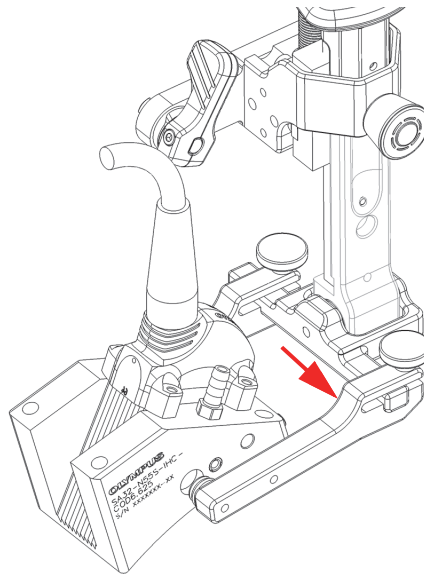

Abbildung 2-13 Spannarm bis zur Spitze des Schwenkträgers des Gabelstücks verschieben
1. Lösen Sie die Rändelschraube des Spannarms und schieben Sie dann einen der Spannarme nach außen bis zur Spitze des Schwenkträgers des Gabelstücks. Schraube und Arm müssen am Sensorhalter (Abbildung 2-13 auf Seite 49) befestigt bleiben.